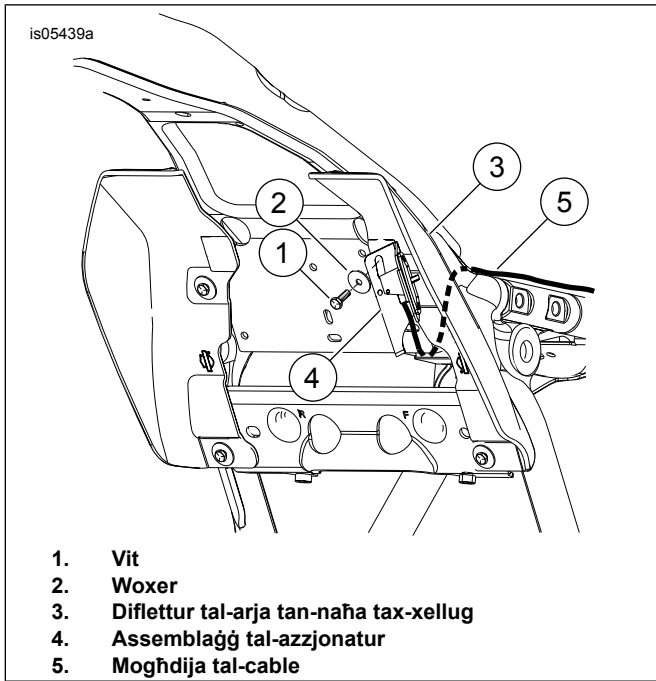

Figura 5. L-installazzjoni tal-Assemblaġġ tal-Azzjonatur mad-Diflettur tal-Arja tal-Mid-Frame
3. Ara Figura 5 . Iqbed il-clip tal-plastik tal-wire tal-ispark plug 'l barra mit-toqba li hemm fil-panċa tal-frame fil-post fejn se jiġi mmuntat il-bracket tal-manku tal-aġġustament. Armi l-clip tal-pajp tal-plastik.
8. Figura 5 Iverifika li l-kejbil tal-aġġustament tal-backrest ma jkunx imqabbad mal-brekit tal-immuntar. Billi tibda mit-tarf tal-assemblaġġ tal-azzjonatur, għaddi l-cable tal-backrest taħt il-panċa tal-cross-member u 'l fuq għal gol-frame (5).
9. Kompli għaddi l-cable bejn il-kompartiment tal-batterija u l-fjus/kaxxa tal-elettriku. Kompli għaddi l-cable (1) 'il fuq min-naħa ta' wara tal-kaxxa tal-elettriku għal bejn il-frame u l-fender ta' wara, u 'l fuq, fuq il-quċċata tan-naħa ta' wara tal-fender u mal-bracket tal-backrest.
- Figura 5 Żerżaq in-naħa čatta tal-brekit tal-assemblaġġ tal-azzjonatur (4) wara l-wajers u allinja t-toqba tal-immuntar tan-naħa ta' fuq tad-diflettur max-xaqq fil-brekit tal-manku tal-aġġustament. Kun čert li l-ganč/tab mgħawweġ tal-bracket jaqbad tajjeb mat-tarf tal-pjanča tal-cross-member. Meta jkun allinjat, daħħal u issikka l-vit u l-washer.